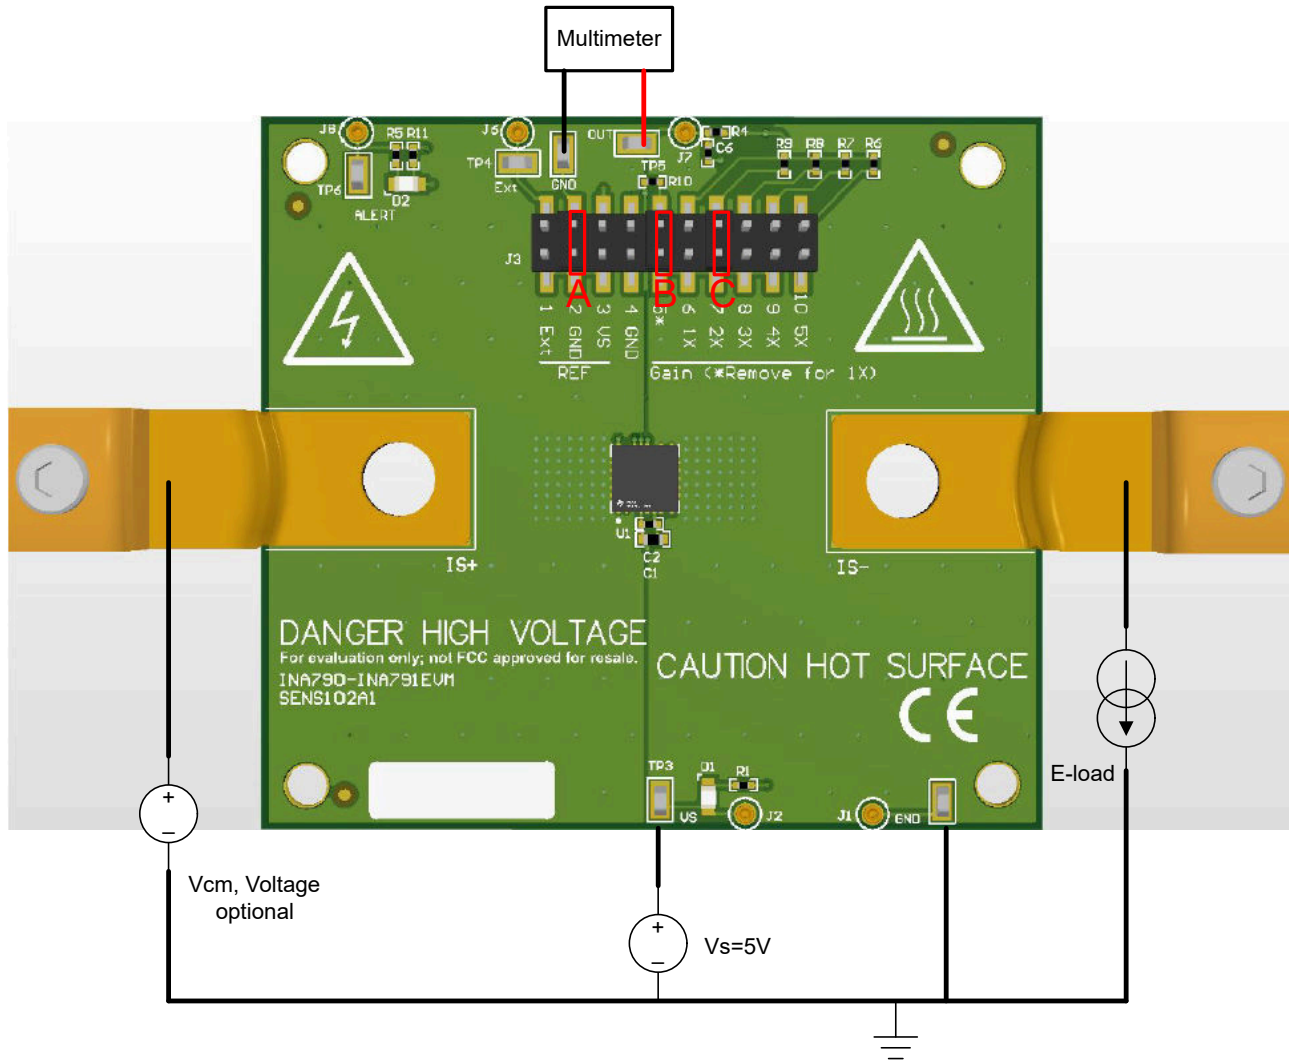

图 3-1. 高侧正向电流设置
INA790x 具有默认增益 20mV/A。借助外部可调增益电阻器网络，总增益 (G) 最高可达 400mV/A。接头 J3 的位置 5 至 10 允许用户通过两个短接跳线 B 和 C 自定义可调增益，如图 3-1 所示。EVM 提供的配置选项如表 2-1 所示：
接头 J3 的位置 1 至 3 允许用户使用短接跳线 A 自定义 REF 引脚电压 V_{REF} ，如图 3-1 所示。使用外部基准时，电压源可通过 J6 或 TP4 连接。EVM 提供的配置选项如表 2-2 所示。
以下是用以设置和使用 INA79xEVM 的说明。图 3-1 展示了一个简单的高侧设置示例。负载的高电压源被记录为 V_{CM} 。低压 DUT 电源以 V_S 表示。安装短接跳线 A、B 和 C 时，应使 V_{REF} 等于 GND 且 DUT 增益为 40mV/A。